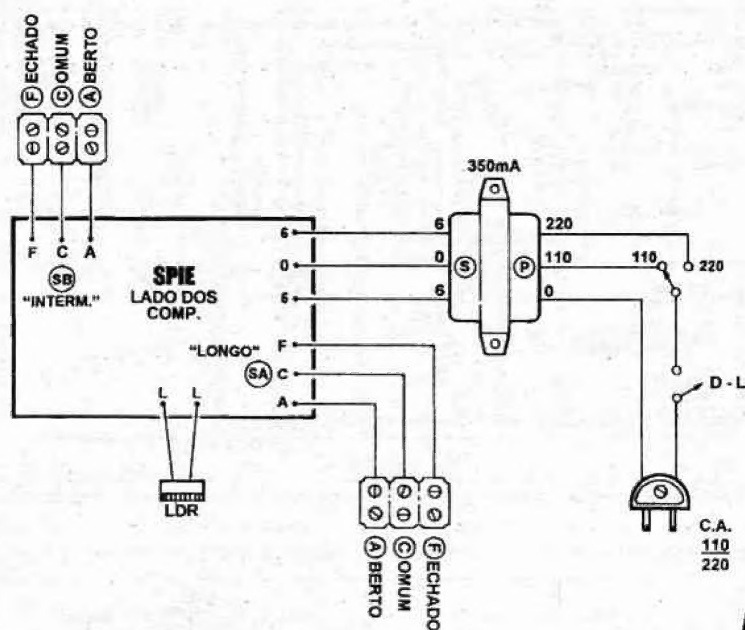
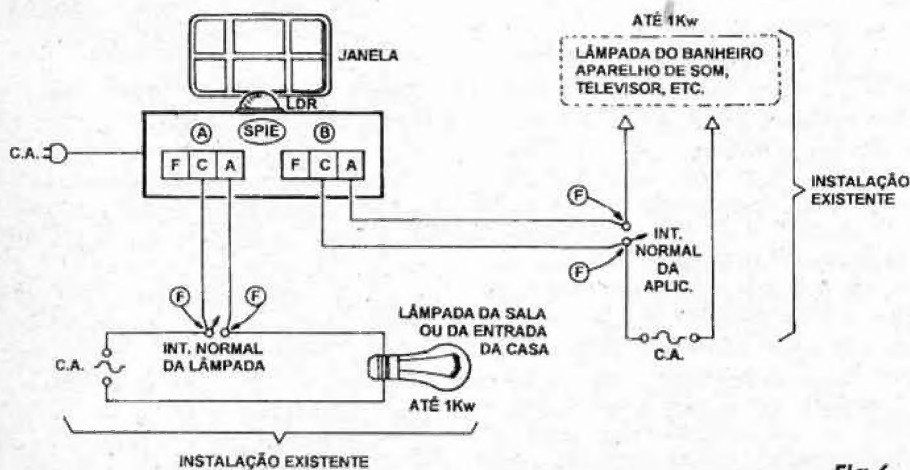

Fig. 4
Fig. 6
- **FIG. 4 - CONEXÕES EXTERNAS À PLACA** - Ainda vista pelo seu lado dos componentes, a placa agora traz as indicações claras de suas ligações externas, feitas *do impresso para fora*... Observar os pontos L-L para ligação dos terminais (não polarizados) do LDR, lembrando que - dependendo da instalação/acomodação pretendida - este foto-sensor *pode* ficar afastado do impresso, ligado aos respectivos pontos por um par de fios finos isolados... Notar as ligações do trafo à placa (*secundário* aos respectivos pontos 6-0-6) e às chaves e *rabicho*... Finalmente, observar com atenção as conexões das saídas (SA e SB), usando *trincas* de elementos parafusáveis tipo *Sindal*, devidamente
- FIG. 6 - DIAGRAMA DE INSTALAÇÃO BÁSICA ...
Na versão básica da instalação, tudo no esquema elétrico original da casa fica como está, com o SPIE controlando aparelhos, lâmpadas já existentes e instaladas... Entretanto, também é possível dotar o SPIE de saídas energizadas, ou seja: de tomadas comuns, às quais poderão ser ligadas diretamente as cargas que se pretenda controlar...! Nesse caso, a disposição das conexões externas à placa, originalmente vistas na FIG. 4, deverão ser substituídas pela configuração ora mostrada... As duas tomadas (A e B) poderão ser posicionadas na traseira da caixa do SPIE, devidamente identificadas... A essas tomadas, então, ligam-se os *rabichos* (cabos de força, com respectivos plugues...) as aplicações eletro-eletrônicas a serem comandadas, que assim funcionarão sob *exclusivo* controle do dispositivo (na versão da FIG. 6, estando o SPIE desligado, os interruptores originais das cargas continuarão a funcionar como normalmente, nos respectivos controles...).
ohms...), garantindo que no *coletor* do transistor, os sinais já se mostrem adequados à aplicação na entrada do integrado, porém com a interveniência do prático controle de volume executado pelo potenciômetro de 100K (com capacitores de acoplamento e isolamento, *antes* e *depois* do dito controle...). Assim, o módulo eletrônico, em si, está *concentrado* entre os pontos elétricos de conexão externa E (entrada), S (saída) e T (terra), apresentando como únicos *extras* os três pontos necessários às conexões do *secundário* do transformador de força, externo ao núcleo do circuito... O diagrama mostra, ainda, as conexões do *primário* do mencionado transformador à C.A. local, incluindo a chave interruptora geral, e a chave de escolha de tensão, através da qual podemos adequar o funcionamento do conjunto à tensão da rede local (110 ou 220 volts). Outro ponto importante, incluído no diagrama, é o do chaveamento *fala-escuta* entre o falante/microfone *local* e o seu equivalente *remoto*, feito através da chave de 2 polos x 2 posições, numa típica configuração *cruza-da* (detalhada na FIG. 4, mais adiante...).